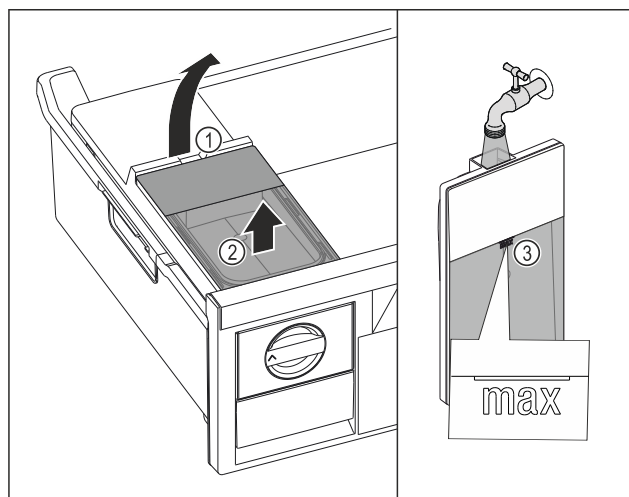

Fig. 150
- Soulever le réservoir d'eau par l'encoche Fig. 150 (1).
- Retirer le réservoir d'eau par le haut. Fig. 150 (2)
- Remplir le réservoir d'eau potable jusqu'au repère Fig. 150 (3).